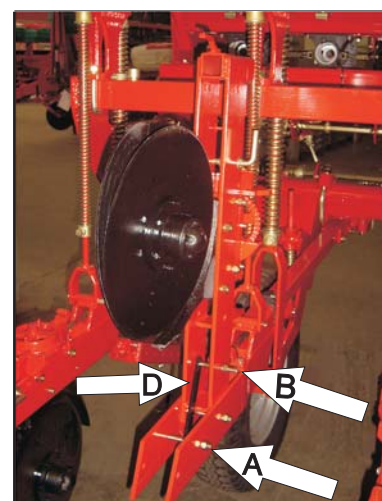

Fig. 59
3. É necessário que tenha em mãos a barra de sustentação da linha articulada (**D**) (**Fig. 59**). Então com as duas mãos segure na parte traseira da linha e a levante até a posição de encaixe da barra de sustentação .
4. Coloque os parafusos (**A**), (**B**) passando pelos furos da chapa de sustentação, em seguida aperte todos os parafusos.- **Fig. 59**